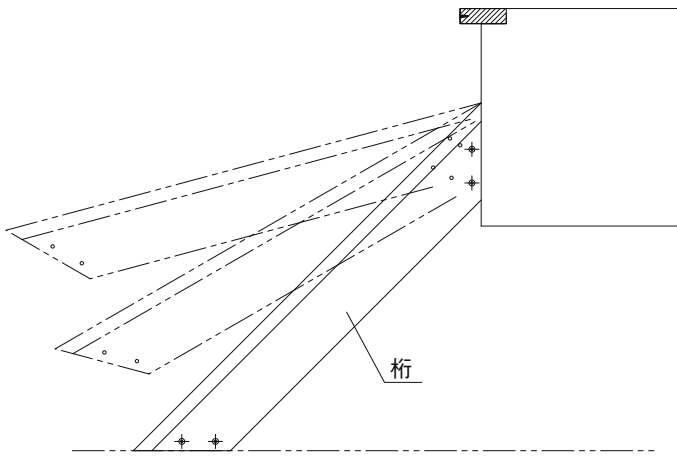

図5
- ② 上部固定材に桁をかけてください。
- ③ 図5のように上部固定材を軸にし、桁を回転させるようにして下部固定材にかぶせてください(図5参照)。